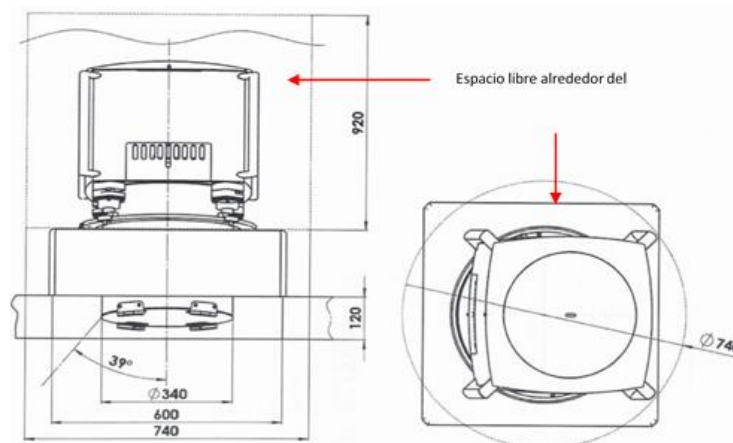

Figura 41. Requerimientos de espacio para el Sensor Unit (SU) (dimensiones en milímetros)
1. Verifique que el avión tenga suficiente espacio para albergar el sensor unit (SU), teniendo en cuenta sus dimensiones y el espacio libre alrededor del mismo recomendado por el fabricante de los equipos, ver Figura 41.